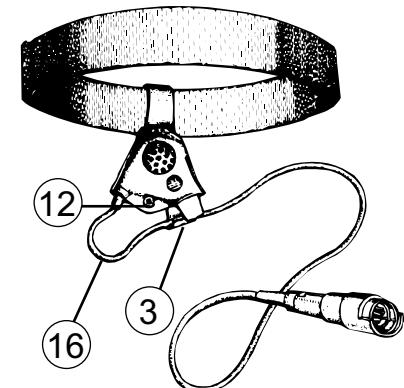

ABBILDUNG 9
Den Druckknopf (12) schliessen (Abbildung 9).